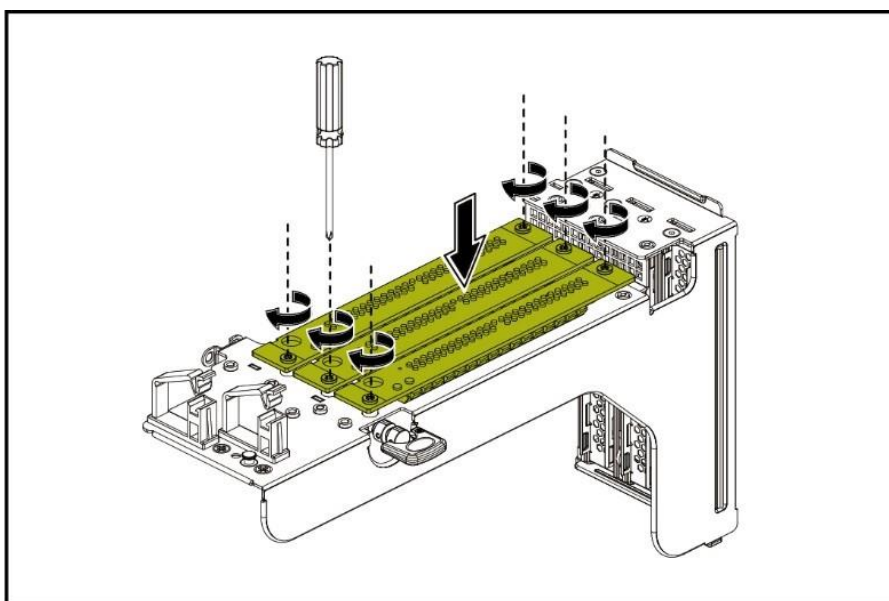

Рисунок 56 – Установка райзера в модуль PCIe
- Разместите райзер на посадочном месте модуля PCIe и зафиксируйте винтами при помощи крестовой отвертки (см. рисунок 56).